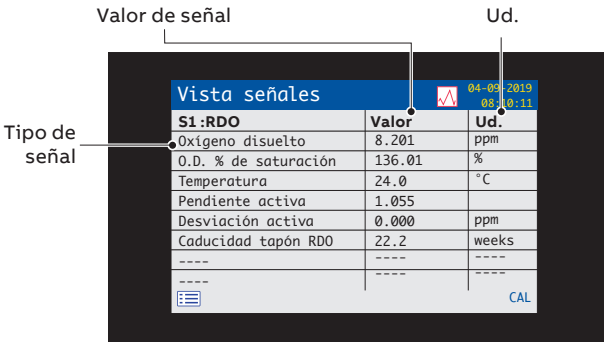

Figura 8 Vista señales
- Vista de señales: muestra una lista con las señales activas y sus valores; consulte la Figura 8